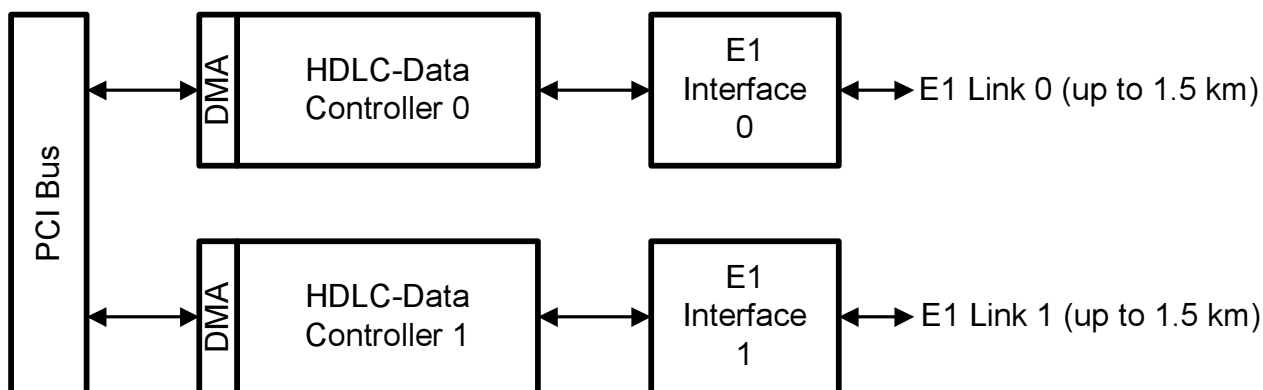

Figure 1: Configuration A - Dual E1 access unit.
Configuration A: Dual E1 access unit. E1 Link 0 and E1 Link 1 operate independently and have identical data pathes to the PC memory. Data transfer rate is determined by the number of timeslots used (fig. 1).
Конфигурация DUAL (A). В этом режиме физические каналы соответствуют логическим и работают независимо (fig.1).